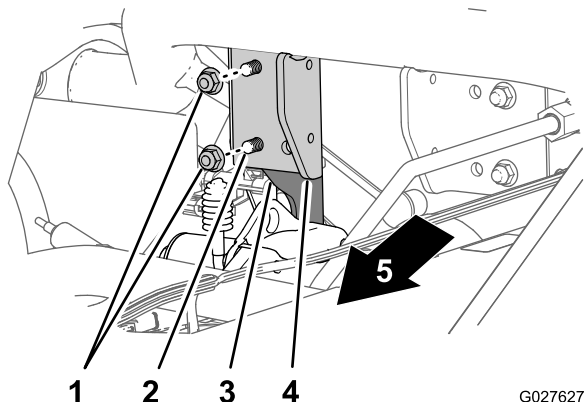

図 7
2. デファレンシャルのサポートをデファレンシャルのマウントに固定しているフランジロックナット2個を取り外す 図 7。